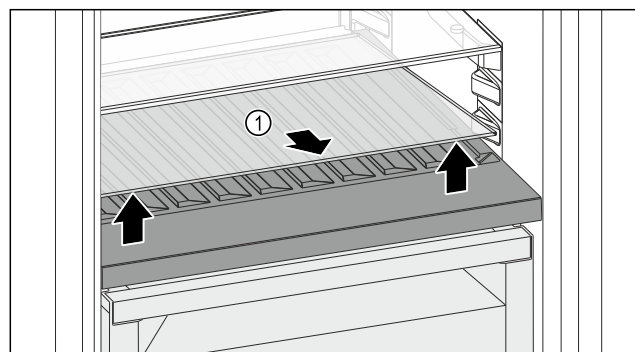

Fig. 80
- ▶ Glasplatte Fig. 80 (1) an der Aussparung vorne anheben und herausnehmen.
- ▶ Glasplatte Fig. 80 (1) außerhalb des Geräts sicher aufbewahren.